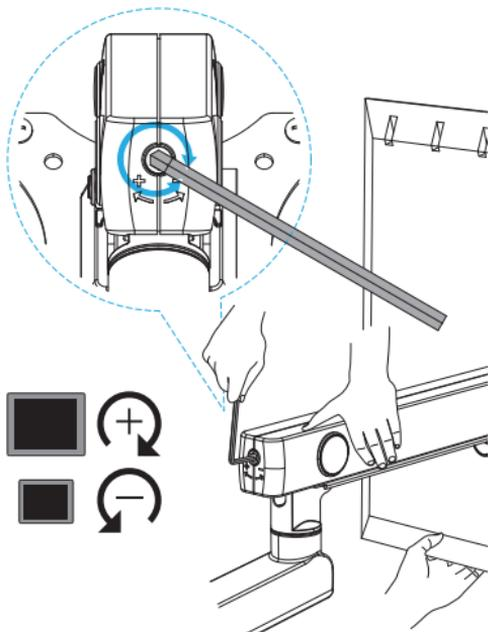

Abbildung 19
1. Die **Spannungseinstellschraube** befindet sich am **Federarm**. (Abbildung 19)